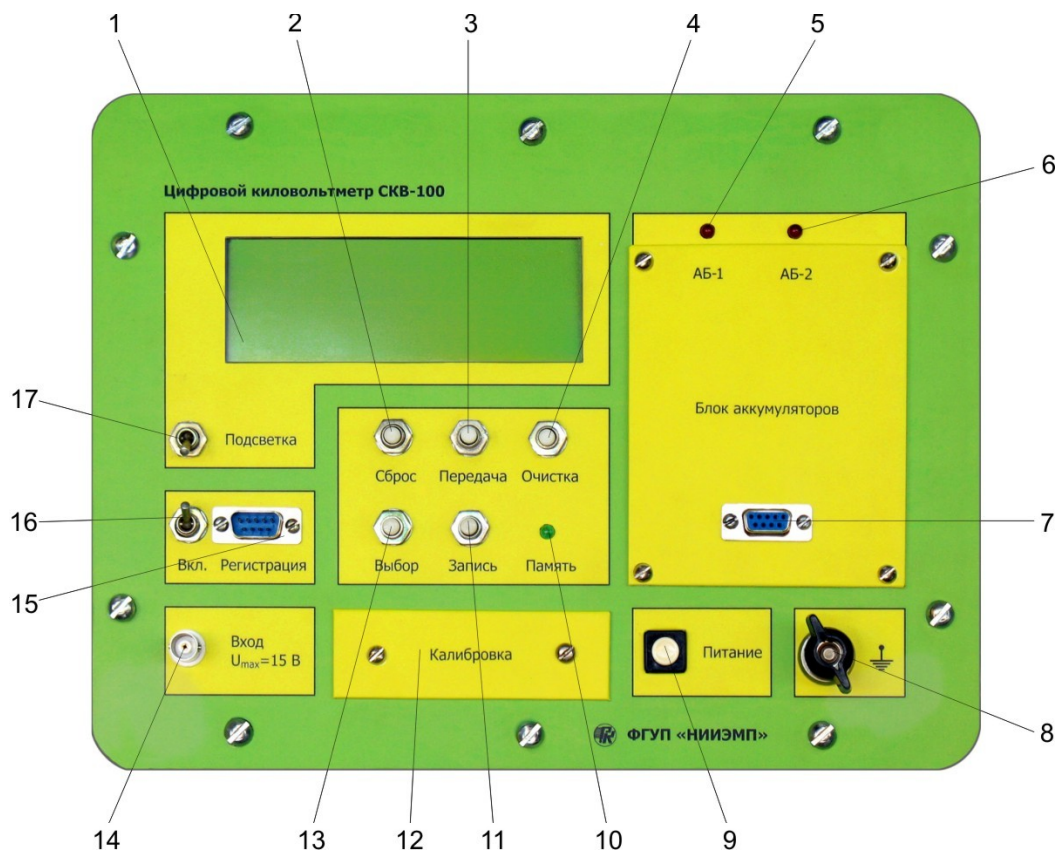

Рисунок 6 – Внешний вид передней панели блока измерительного
7.3.1 Подключить переносной модуль энергонезависимой памяти к разъему на панели «Регистрация». При этом тумблер «Вкл» (см. рисунок 6) должен находиться в выключенном положении.